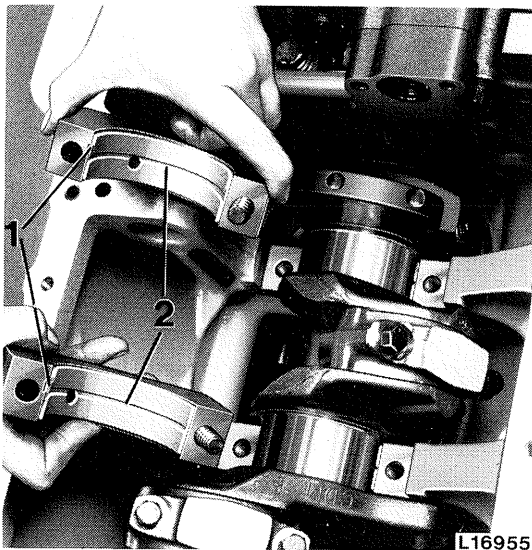

Fig. 6 — Montage des chapeaux des paliers et de leurs coussinets
6. Remonter les chapeaux de palier en respectant le repérage de 1 à 4 et en veillant à ce que les ergots des deux demi-coussinets soient du même côté (voir fig. 6).